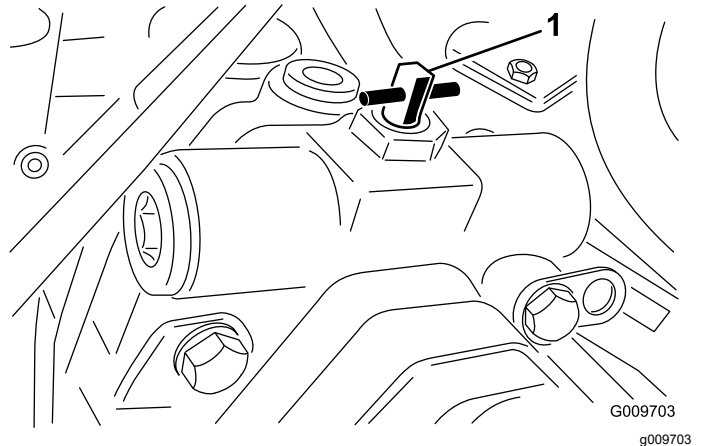

Figura 44
3. Gire la válvula de desvío 90° (¼ de vuelta) en cualquier sentido para abrirla y dejar pasar el fluido internamente (Figura 44).
2. Gire la válvula de desvío 90° (¼ de vuelta) en cualquier sentido para abrirla y dejar pasar el fluido internamente (Figura 44).